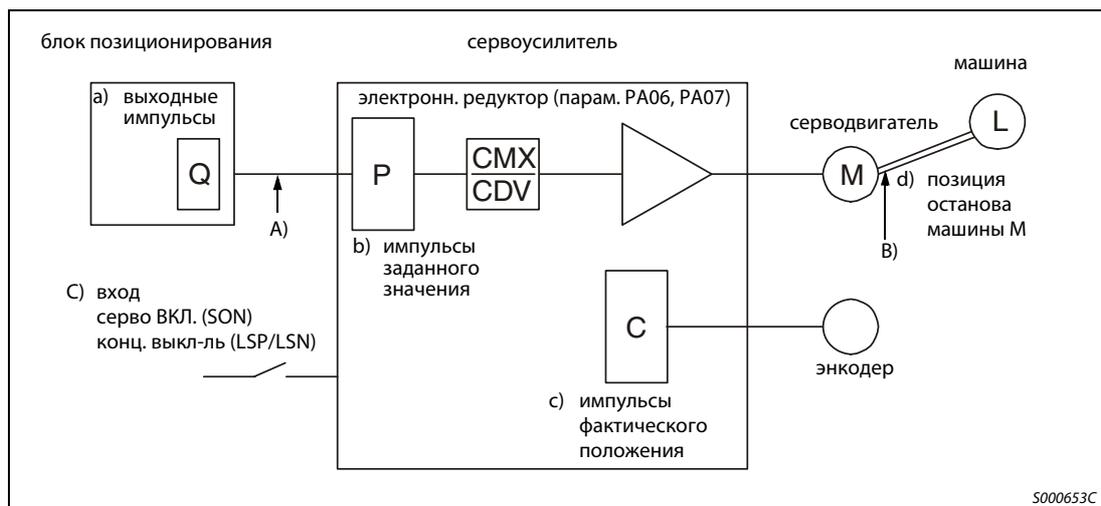

Рис. 10-1: Обзорная диаграмма
- рассогласование, см. рис. 10-1.